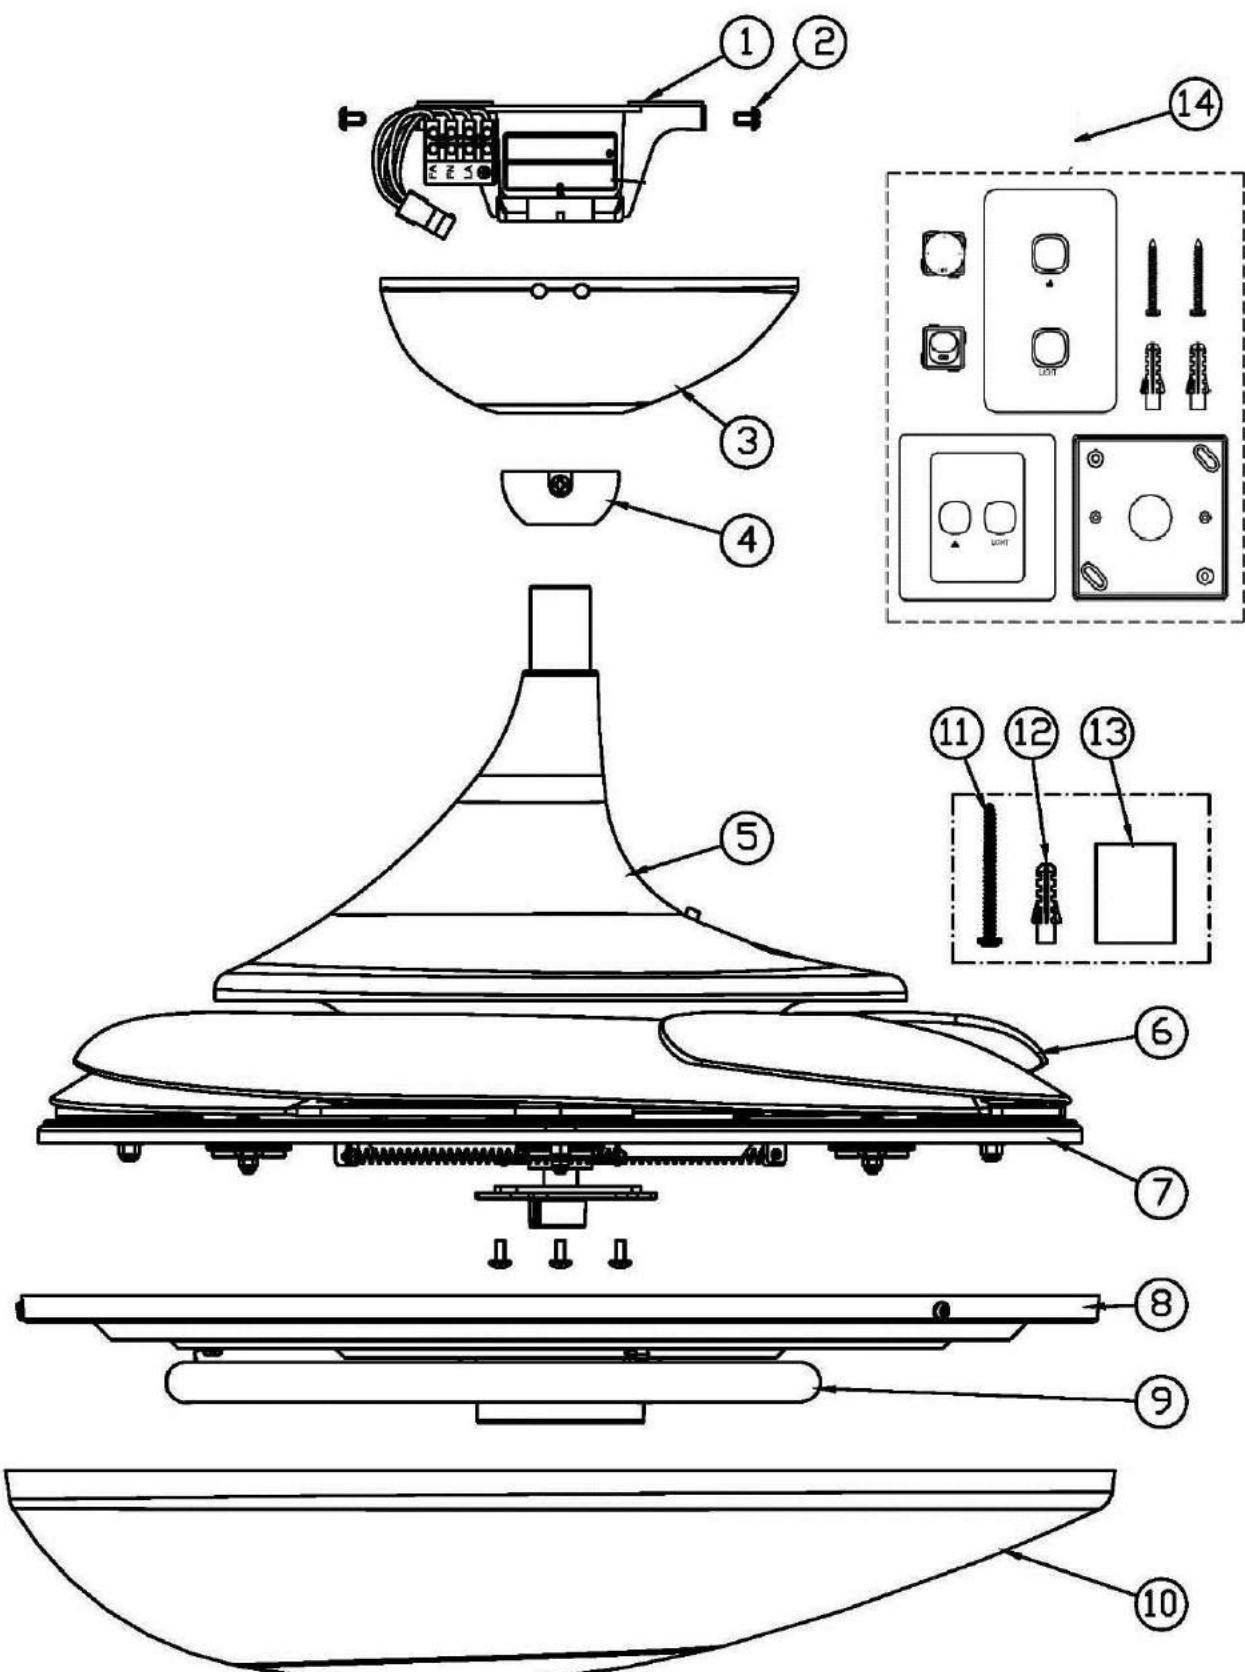

Figure 1
Déballez le ventilateur avec précaution et identifiez les différentes pièces. Veuillez vous en référer à la FIGURE 1.
- 1) Déposez la garniture de plafond (No. 3 – Figure 1) en desserrant les 4 vis pourvues de fentes.